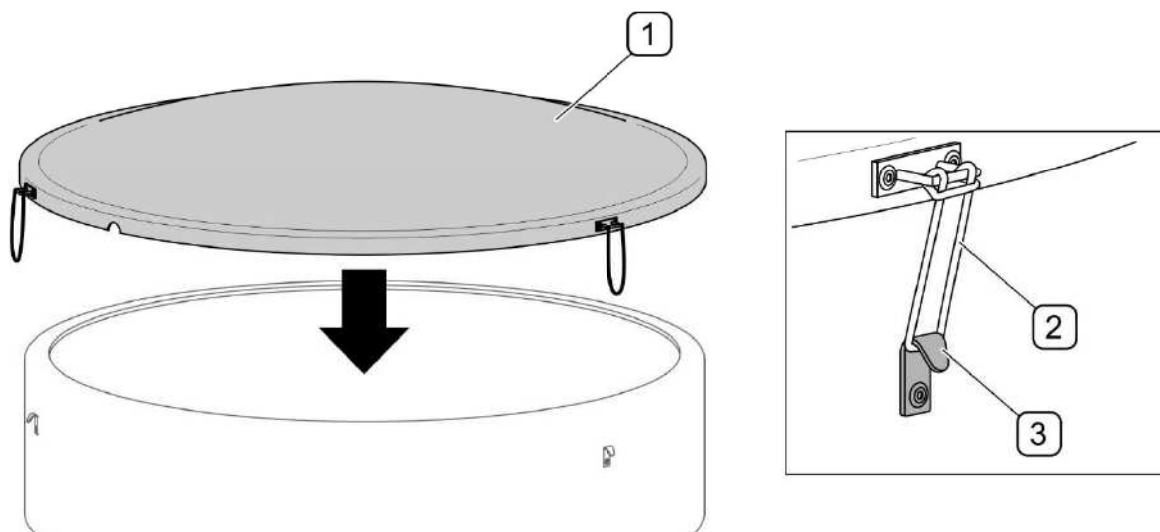

FIGURE 4.10 Couvercle du réservoir (option)
(1) - broches de raccords hydrauliques; (2) - bouchons de protection; (3) - support des conducteurs;
En option, la machine peut être équipée d'un couvercle (1) du réservoir, muni en dispositifs de tension en caoutchouc (2) servant pour la fixation par les crochets (3) sur le réservoir de la machine. Sposób mocowania w zależności od rodzaju zbiornika przedstawia FIGURE 4.10.